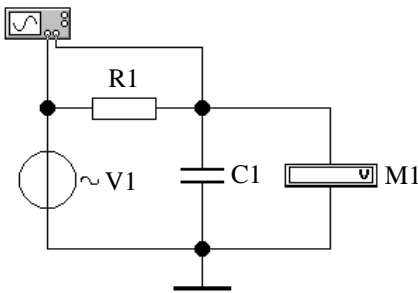
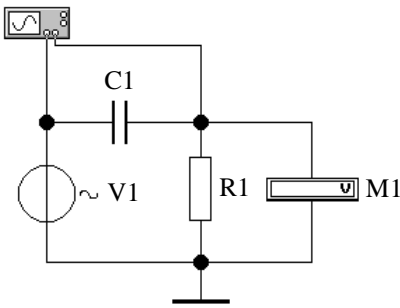

Рис. 3
Рис. 4
3.1. Соберите схему для исследования интегрирующей RC -цепи (рис. 3). Независимый источник напряжения $V1$ и символ заземления находятся в группе «Sources» (второй ряд сверху на панели инструментов), вольтметр $M1$ – в группе «Indicators», сопротивление $R1$ и емкость $C1$ – в группе «Basic», осциллограф – в группе «Instruments».
3.2. Снимите амплитудно-частотную (АЧХ) и фазочастотную (ФЧХ) характеристики коэффициента передачи по напряжению интегрирующей RC -цепи (рис. 3). Рекомендуемое напряжение источника $V1$ $U_1 = 1 \text{ В}$, при этом коэффициент передачи по напряжению $K_U = U_2/U_1$ численно будет равен напряжению на выходе цепи U_2 . Рекомендуемые значения частоты источника $V1$: 0,625; 1,25; 2,5; 5; 10; 20; 40; 80 и 160 кГц. Сдвиг фаз между выходным и входным напряжениями определите с помощью осциллографа по временному интервалу Δt между моментами пересечения напряжениями U_1 и U_2 нулевого уровня (снизу вверх).
3.6. Соберите схему для исследования дифференцирующей RC -цепи (рис. 4), для чего в схеме рис. 3 поменяйте местами сопротивление и емкость.
3.7. Снимите АЧХ и ФЧХ коэффициента передачи по напряжению дифференцирующей RC -цепи (рис. 4). Рекомендуемое напряжение источника $V1$ $U_1 = 1$ В. Рекомендуемые значения частоты источника $V1$: 0,625; 1,25; 2,5; 5; 10; 20; 40; 80 и 160 кГц. Результаты измерения напряжения U_2 и временного интервала Δt сведите в таблицу. В эту же таблицу включите результаты пересчета временного интервала в сдвиг фаз (в градусах).